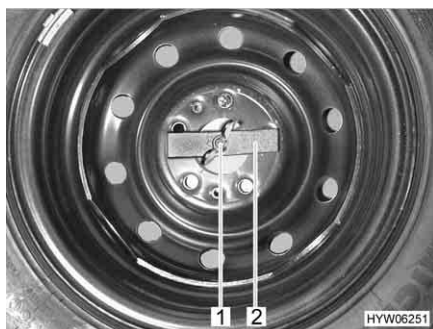

Fig. 120 Ruota di scorta nel gavone di coda
- Svitare manualmente il dado ad alette (Fig. 120,1) e rimuoverlo.
- Rimuovere la barretta di compressione (Fig. 120,2).